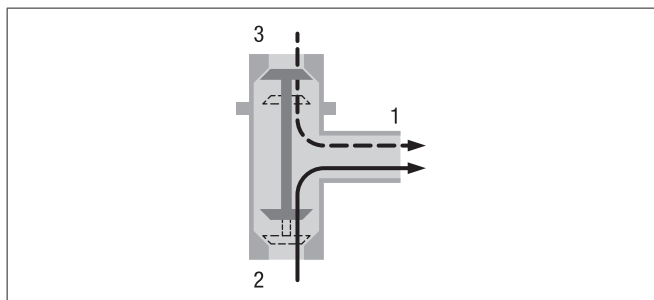

Bild 13
Anslut termostaten med anslutningarna pos. (1), (2) och (3) till vattensretsloppet, se Bild 13.